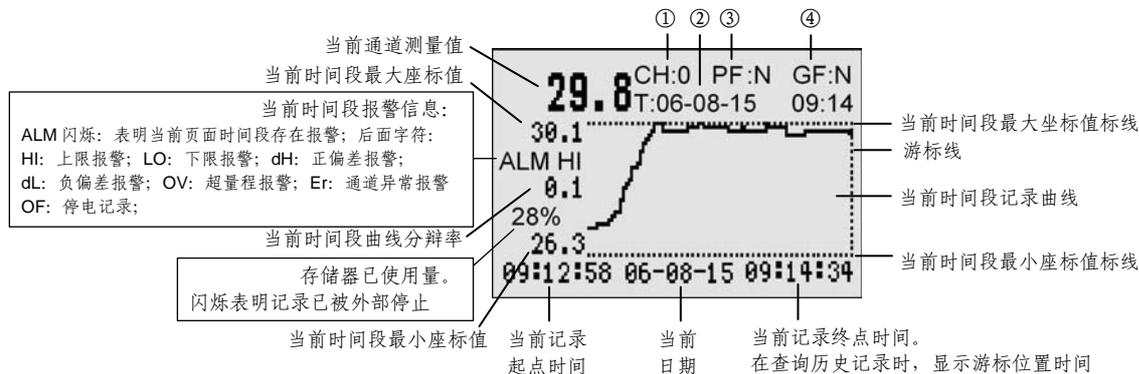

图 5.9
**B 实时曲线及历史记录、报警记录查询画面**（图 5.9 不具备记录的仪表无此画面）